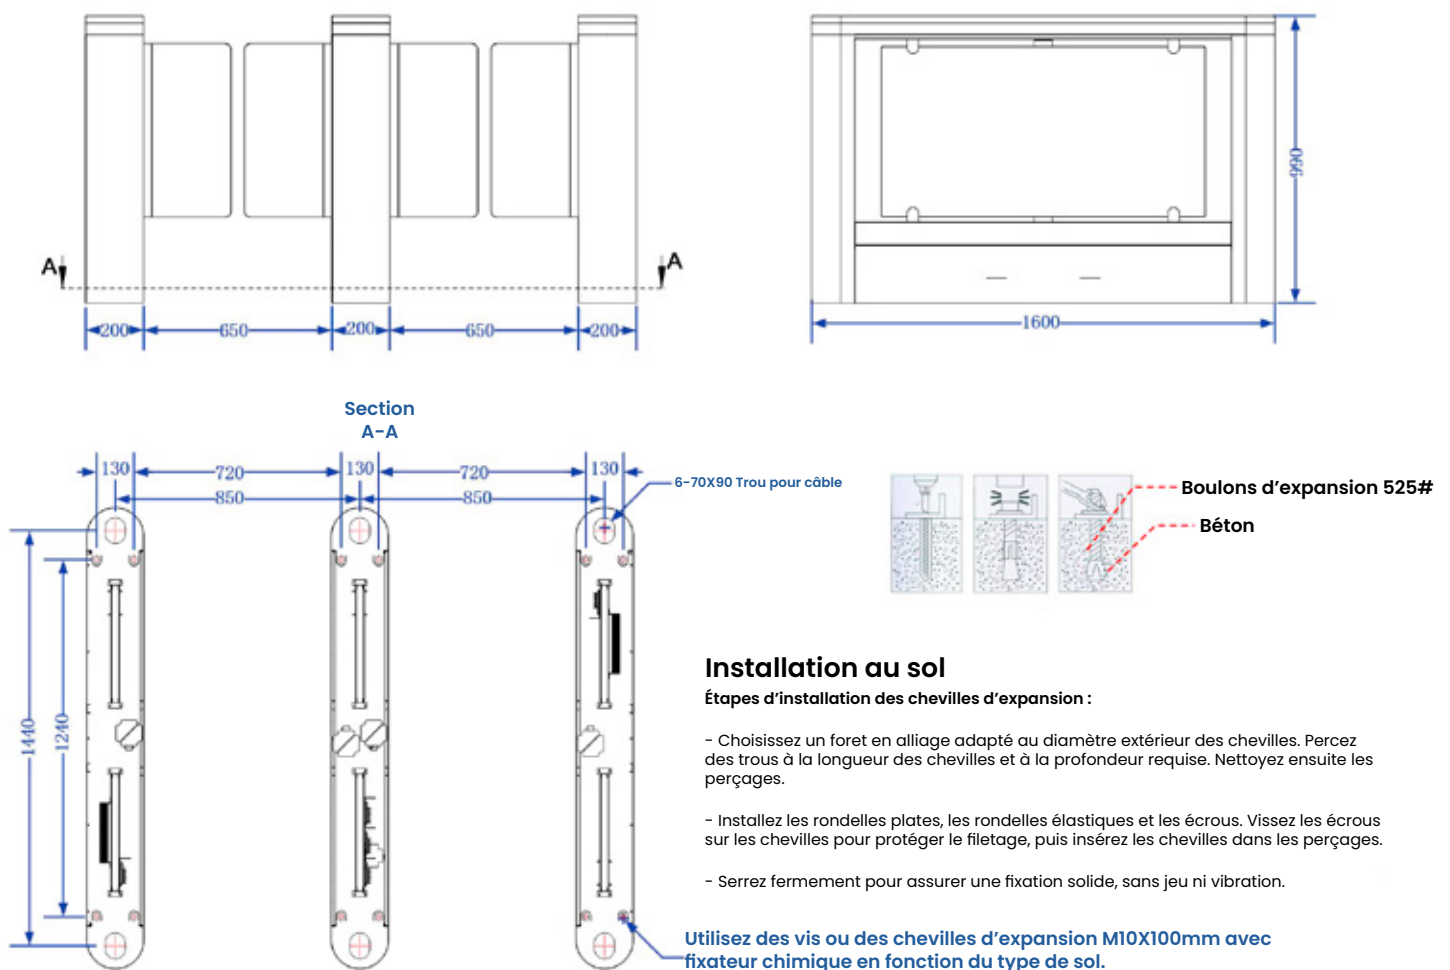

Figure 5.1
3. Une fois les emplacements d'installation définis, percez les trous et pré-encastrez les boulons d'expansion M10, comme illustré sur la figure 5.1. Le nombre de boulons à installer sera de  $(N + 1) \times 4$ , où N correspond au nombre de caissons.